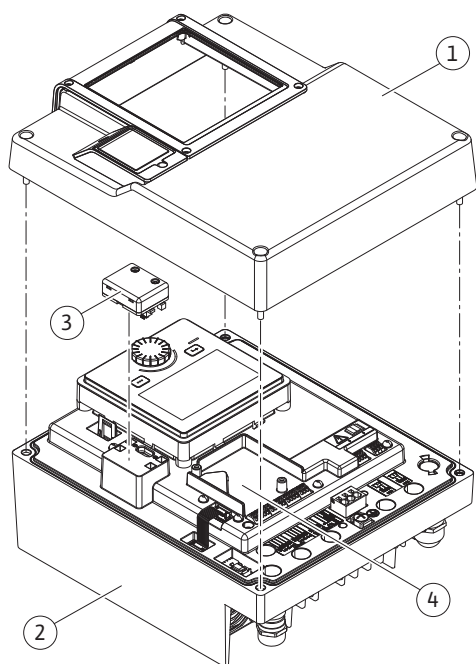
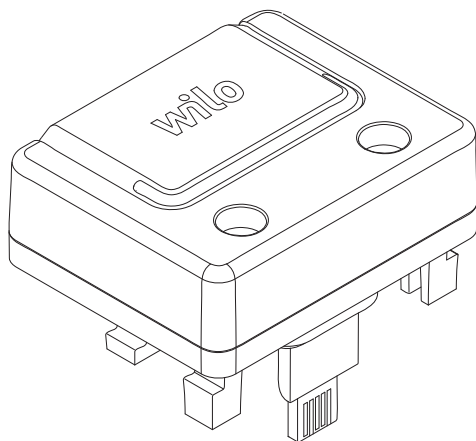

Fig. 25: Elektronický modul
Fig. 26: Modul Wilo-Smart Connect BT
Rozhraní Bluetooth (Fig. 25, poz. 3) modulu Wilo-Smart Connect BT (Fig. 26) slouží pro připojení k mobilním koncovým zařízením, jako je chytrý telefon nebo tablet. Pomocí aplikace Wilo-Smart Connect můžete čerpadlo obsluhovat, seřizovat a načítat údaje z čerpadla. Nastavení viz v kapitole „Uvedení do provozu“.
3. Modul Wilo-Smart Connect BT zasuňte do připraveného rozhraní. Viz Fig. 25, poz. 3.
Moduly CIF (příslušenství) slouží pro komunikaci mezi čerpadly a řídicím systémem budovy. Moduly CIF se zasunují do elektronického modulu (Fig. 25, poz. 4)